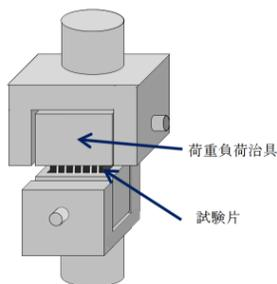

図1 フラットワイズ試験
- **高温特性評価** スキン材とコア材の接着強度測定のために、図1に示すフラットワイズ引張試験を、常温から300℃の測定温度域で実施しました。また、パネルの曲げ特性として、曲げ剛性、および曲げ強度を同様の温度域で試験を実施しました。